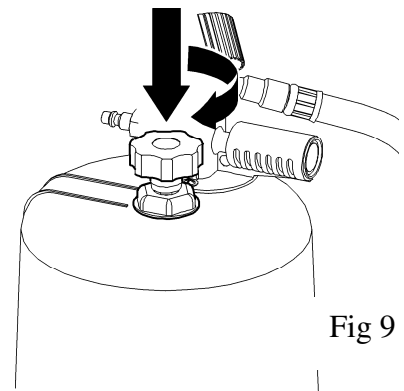

Fig 9
To transfer the oil from the inspection chamber to the container, press down the knob and twist to lock it in open position. See fig 9.
(SE) Stäng ventilen när sugningen är avslutad. För att tömma den transparenta vakuumbanken ned till spilloljetanken, trycks ratten ned, vrids och låses i öppet läge. Se fig 9.